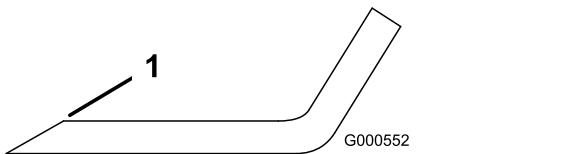

Figure 95
Remarque: Si la lame est déséquilibrée, limez un peu l'extrémité de l'ailette seulement (Figure 95).
1. Au moyen d'une lime, aiguissez les tranchants aux deux extrémités de la lame (Figure 95).